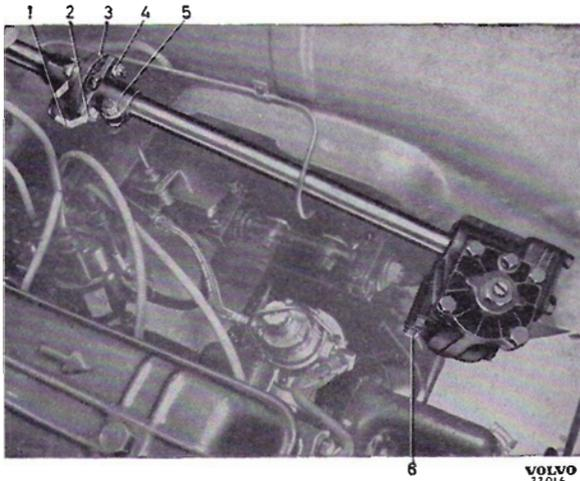
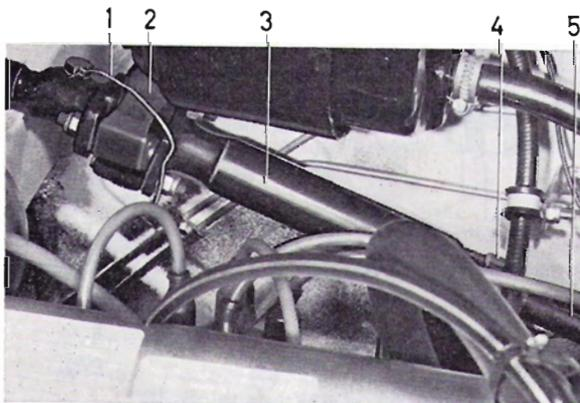
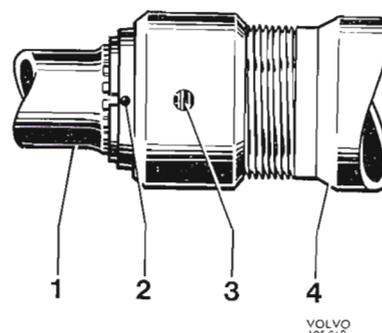

Abb. 46 Lenkgetriebe, 120 früh. Ausf.
Abb. 47 Lenkungsteile, 1800 spät. Ausf.
Abb. 59 Absicherung der Ringmutter
2. Obere- und untere Lenkspindel voneinander trennen. Bei 120 in früh. Ausf. werden dazu die Muttern (2 und 4, Abb. 46) gelöst und die Mitnehmerschrauben entfernt. Bei 120 mit Lenkung vom Sicherheitstyp (Abb. 35) braucht nur die Klemmschraube am Mitnehmer gelöst werden. Bei 1800 mit Sicherheitslenkung wird die gelochte Ringmutter (4, Abb. 47) auf der Schiebemuffe (3) mit einem Hakenschlüssel gelöst.
takt zur Masse angebracht wird. Bei 1800 mit Sicherheitslenkung wird die Ringmutter (4, Abb. 47) mit einem Moment von 3–5 mkp gespannt und zur Sicherung vor dem Schlitz der Schiebemuffe angekört, s. Abb. 59.